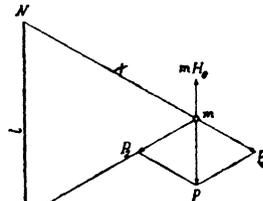

Fig. 48.
129. Eine nordmagnetische Menge  $m$  befindet sich im magnetischen Felde der Erde, deren Horizontalkomponente  $H_e = 0,2$  [0,195] (0,186) ist. Von Westen her wird ihr ein in der Nord-Süd-Richtung gehaltener Magnetstab NS genähert, dessen Länge 24 [30] (20) cm und dessen Moment 10160 [20000] (18000) (c, g, s) beträgt. Wie groß ist die Kraft, welche auf die Menge  $m = 1$  ausgeübt wird, a) in 30 cm, b) in 37,36 cm, c) in 40 cm Abstand des Stabes? (Fig. 48.)